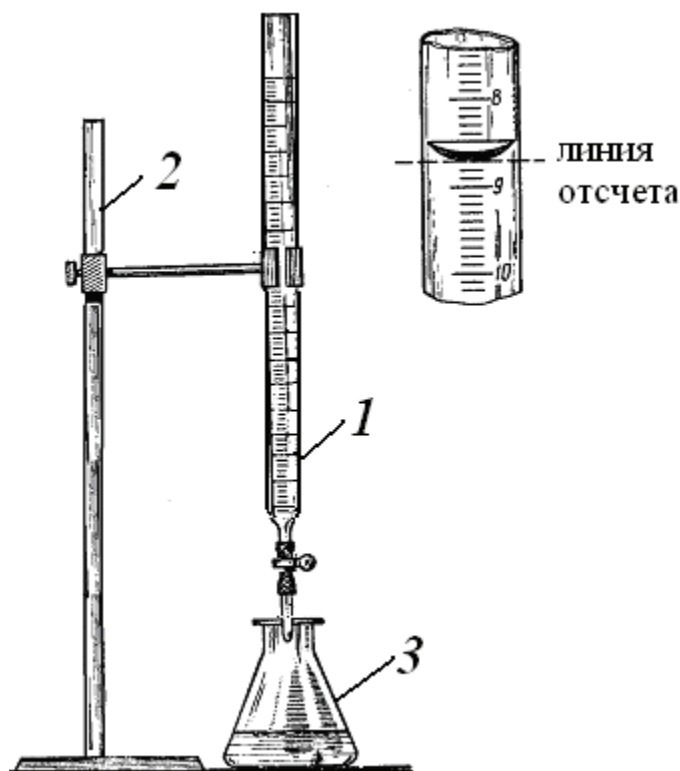

Рис. 17. Прибор для титрования:
Чаще всего для титрования используют бюретку на 25 мл. С помощью маленькой воронки заполните бюретку выше отметки 0 мл, приготовленным 0,1 н раствором HCl. Важно проследить, чтобы в ее оттянутом кончике (после крана или после резиновой трубки) не осталось пузырьков воздуха. Бюретку (1) укрепите вертикально в лапке штатива (2) (рис. 17). Мерным цилиндром отмерьте 50 мл исследуе-
мой воды и перелейте ее в коническую колбу (3). Туда же добавьте 2–3 капли метилоранжа. Далее проводите титрование до исчезновения желтой окраски и появления оранжевого (но не розового цвета раствора). Для этого в колбу для титрования медленно по каплям добавляйте раствор из бюретки, нажимая на шарик в резиновой трубочке большим и указательным пальцами одной руки, а другой непрерывно перемешивайте содержимое колбы. При появлении оранжевого цвета титрование прекратите и запишите объем кислоты, израсходованный на титрование. При этом помним, что в момент отсчета показания бюретки, глаза экспериментатора должны находиться на уровне нижнего мениска раствора. Чтобы было понятно, как снимать показание, посмотрите на рис. 17. Показание бюретки составляет 8,7 мл. Первое титрование считается пробным. Приготовьте еще две колбы исследуемой воды и проведите титрование еще раз. Полученные результаты объема кислоты, пошедшего на титрование, не должны отличаться более чем на 0,2–0,3 мл. Результаты опыта заносите в таблицу, приведенную ниже.